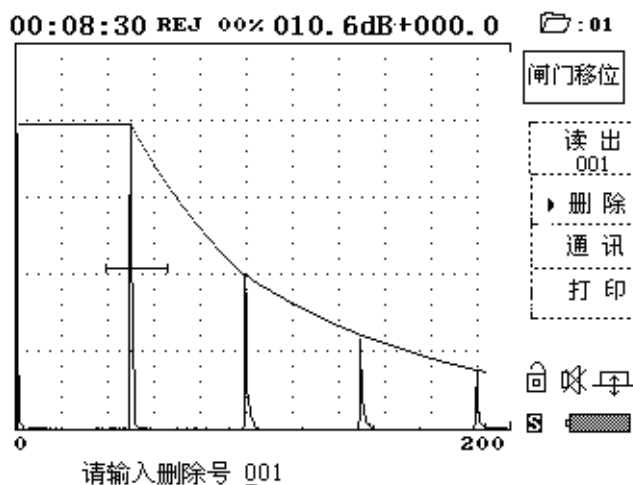

图 4.8.3
- ① 在输出子功能菜单中，按“删除”对应的  键，进入删除存储区数据操作，见图 4.8.3